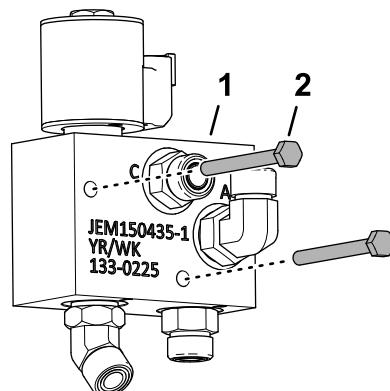

Figura 15
1. Monte los 2 pernos ($\frac{1}{4}'' \times 2\frac{1}{2}''$) a través del cuerpo de la válvula de bajo caudal, tal y como se muestra en la Figura 15.